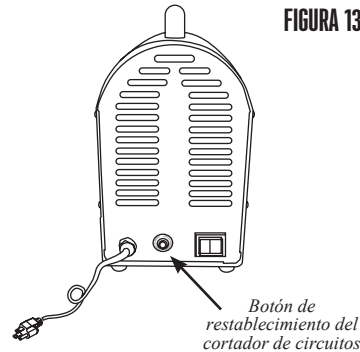

FIGURA 13
2. Presione el botón de reinicio del cortador de circuitos (FIGURA 13).